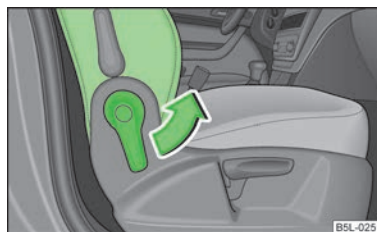

Fig. 43
- Trageți maneta în sensul săgeții » fig. 43 și rabatați spătarul scaunului spre înainte, până când se blochează cu un declic.